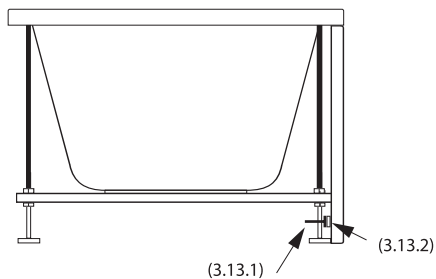

Рис. 7
3. Два магнита (3.13.1) устанавливаются на ножки ванны по углам (рис. 7) с помощью гаек (3.1) и шайб (3.7). Другие два магнита (3.13.2) прикрепляются к углам панели с помощью двухстороннего скотча (3.14).